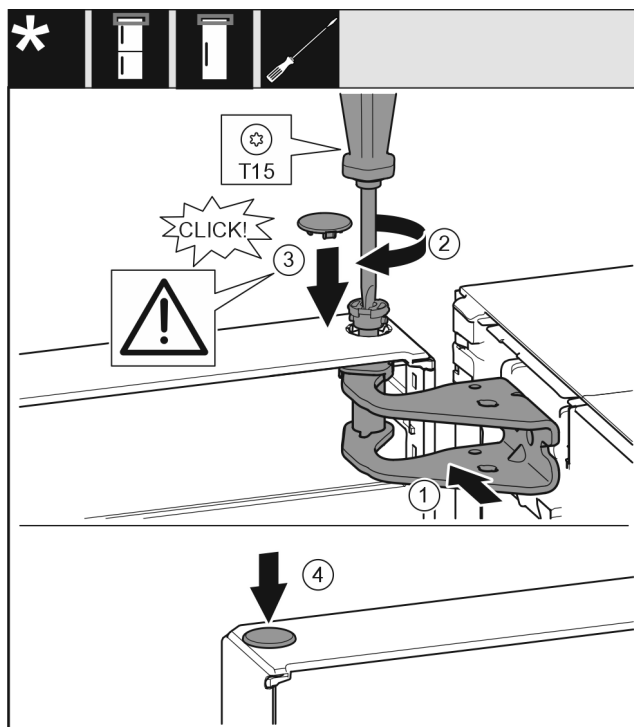

Fig. 24
- Tür oben zur Öffnung im Lagerbock Fig. 24 (1) ausrichten.
- Bolzen Fig. 24 (2) einsetzen und mit Schraubendreher festschrauben.
- Abdeckung Fig. 24 (3) einsetzen.
- Kontrollieren, dass die Abdeckung Fig. 24 (3) auf der Tür aufliegt.
- Abdeckung Fig. 24 (4) einsetzen.